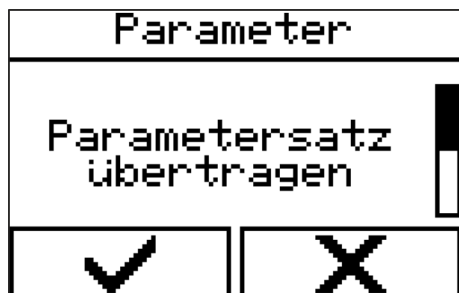

Abb. 128: Menü auswählen
1. ➔ Menü über „Steuerung“ → „Parameter“ → „Parametersatz übertragen“ (Abb. 128) auswählen.